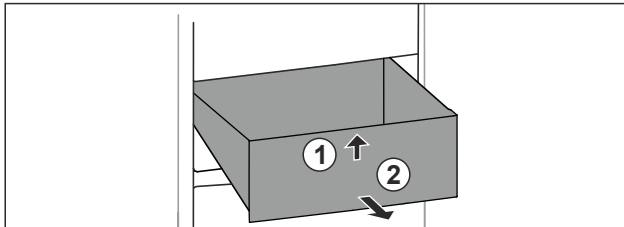

Fig. 77
- ▶ Levantar el cajón por delante. Fig. 77 (1)
- ▶ Extraer el cajón hacia adelante. Fig. 77 (2)